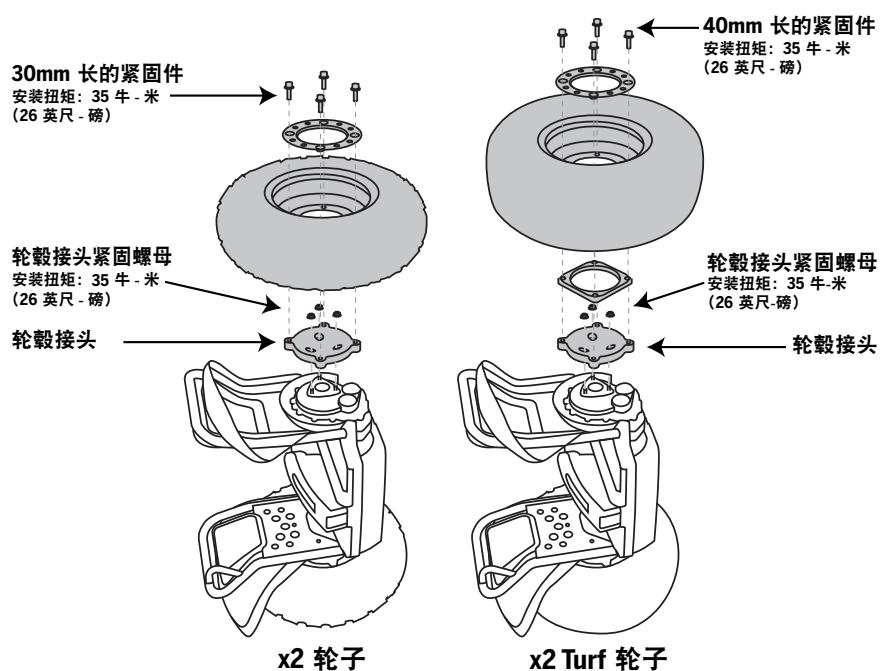

图 2. 拆卸或安装轮毂接头
- 用 13mm 套筒扳手卸下 3 个紧固螺母。抓住轮子不要让其转动。请参见图 2。
- 要重新安装轮毂接头，请将轮子放在轮毂接头上，使气门桩朝外。对于 x2 Turf：将隔片放在轮毂接头上，然后将轮子放在隔片上。请参见图 2。
9. 将轮子和轮毂接头放到 3 根螺杆上。请参见图 2。抓住轮子不要让其转动，然后将 3 个紧固螺母拧入螺杆。使用 13mm 套筒扳手拧紧到 35 牛·米 (26 英尺·磅)。